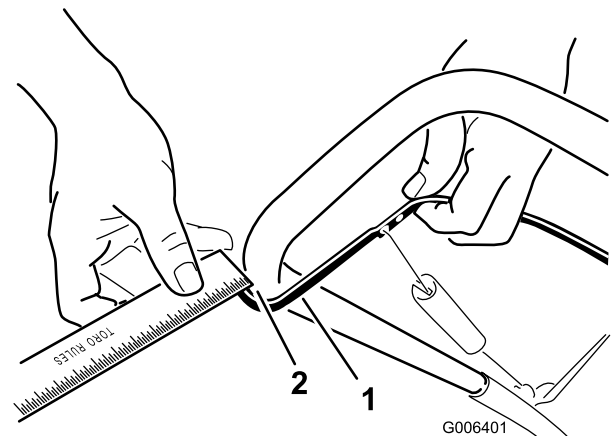

Bild 21
Bewegen Sie den Schaltbügel zum Griff, sodass der Bowdenzug straff ist (Bild 21).
Hinweis: Stellen Sie sicher, dass ein Abstand von 2 bis 3 mm zwischen dem Schaltbügel und dem Griff vorhanden ist (Bild 21).
- Setzen Sie die Z-Befestigung in ein höheres oder niedrigeres Loch, um den Abstand von 2 bis 3 mm zwischen dem Schaltbügel und dem Griff zu erhalten (Bild 21).